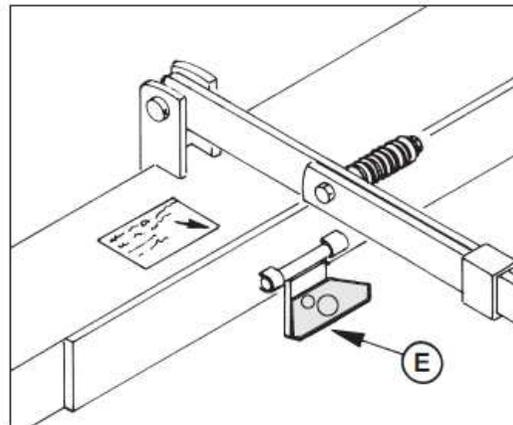

FIG. 4.11
NON CHIUDERE MAI IL CILINDRO OLEODINAMICO SE NON AVETE RUOTATO VERSO IL BASSO IL FERMO (E) (Fig. 4.11).
NO CERRAR JAMÁS EL CILINDRO OLEODINÁMICO SIN HABER ANTES GIRADO HACIA ABAJO LA PLACA DE BLOQUEO (E) (Fig. 4.11).
NEVER CLOSE HYDRAULIC CYLINDER IF RELEASE SUPPORT "E" HAS NOT BEEN TURNED DOWNWARDS (FIG. 4.11)
NE JAMAIS FERMER LE CYLINDRE OLEODYNAMIQUE SI VOUS N'AVEZ PAS TOURNÉ VERS LE BAS L'ARRETOIR (E) (Fig. 4.11).